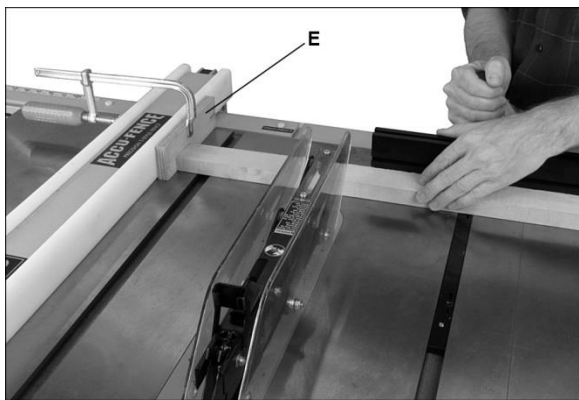

Рисунок 9-8
- Не используйте угловой и параллельный упор в одной и той же операции, если только не предусмотрено использование вспомогательной доски на упоре так, чтобы позволить отрезной части заготовки высвободиться до начала фактического распила (см. Рисунок 9-8).
Поперечное пиление никогда не должно производиться на весу, а продольный упор нельзя использовать в качестве ограничителя, если только вспомогательный блок (Е, Рисунок 9-8) не зажат в передней части зоны диска, так что отрезанный кусок выйдет за пределы блока до начала выполнения основного пропила.